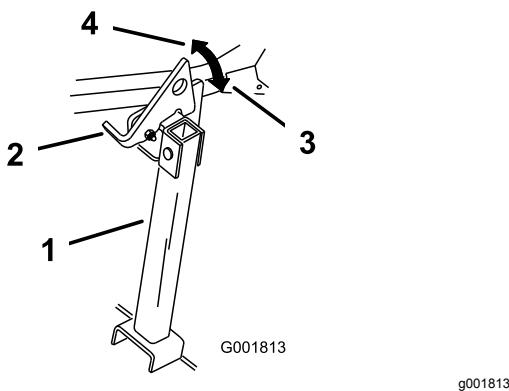

Figure 29
2. Relevez le verrou en position DÉVERROUILLÉE (Figure 29).